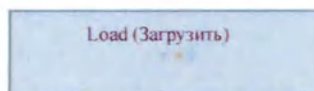

Рисунок 7-5. Кнопка Load (Загрузить)
3. Загрузите пленки в программное обеспечение по анализу пленки, щелкнув по кнопке **Load** (Загрузить) (см. рис. 7-5).